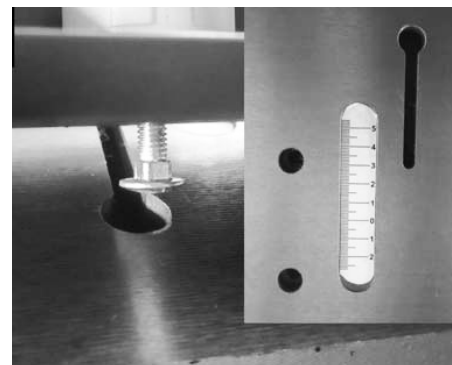

Abb. 9: Montage des Fräsanschlags
Schritt 2: Führen Sie die Köpfe der Kunststoffkopfschrauben durch die Öffnungen der Tischnuten (Fig. 9).